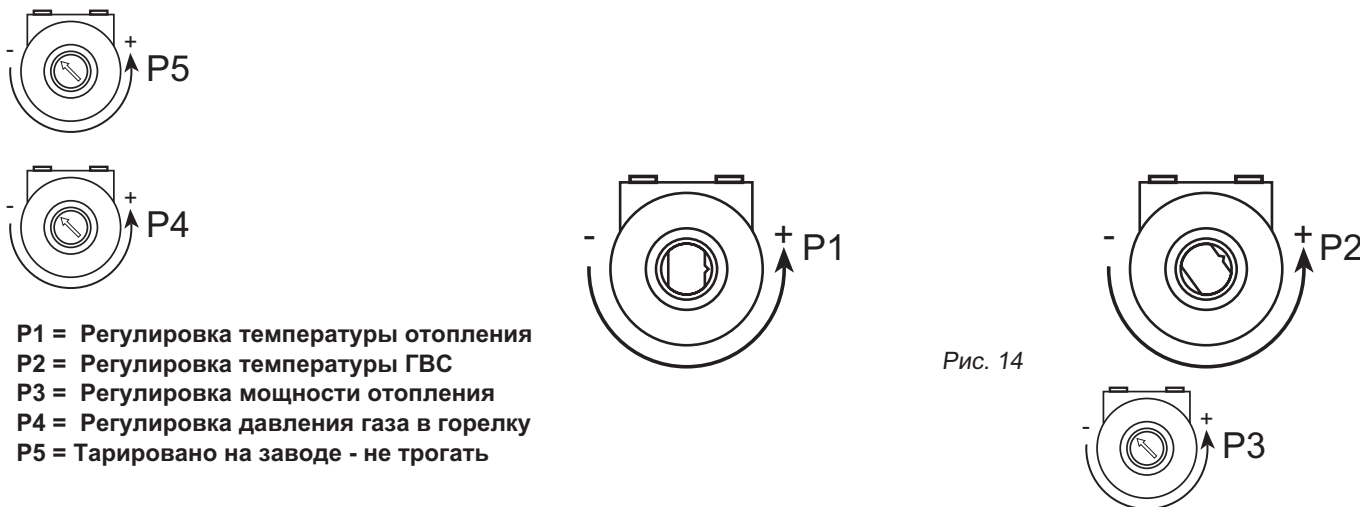

Рис. 14
**Nota** - Рассмотренная выше регулировка служит для определения механического колебания между минимумом и максимумом поршня модулятора "Modureg". Возможно выполнение других электрических регулировок (давление и температура), описанных ниже, с помощью регулировочных потенциометров Р3 и Р4 расположенных внутри командной коробки (рис. 14).
## 6.03 Регулировочные приборы на электронной схеме (рис. 14)
## 6.04 Регулировка максимальной мощности для системы отопления (рис. 14)